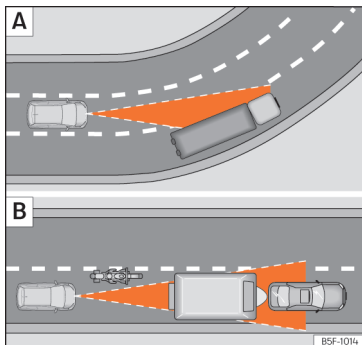

Fig. 152 [A] Veículo numa curva. [B] Motociclo que circula à frente, fora do raio de alcance do sensor de radar.
O ACC poderia não detetar em curva o veículo precedente ou poderia regular a distância com veículos que se encontram noutras faixas » **Fig. 152 [A].**
- Veículos que circulem desalinhados ou fora da zona de deteção do sensor, por exemplo, motociclos » **Fig. 152 [B]**